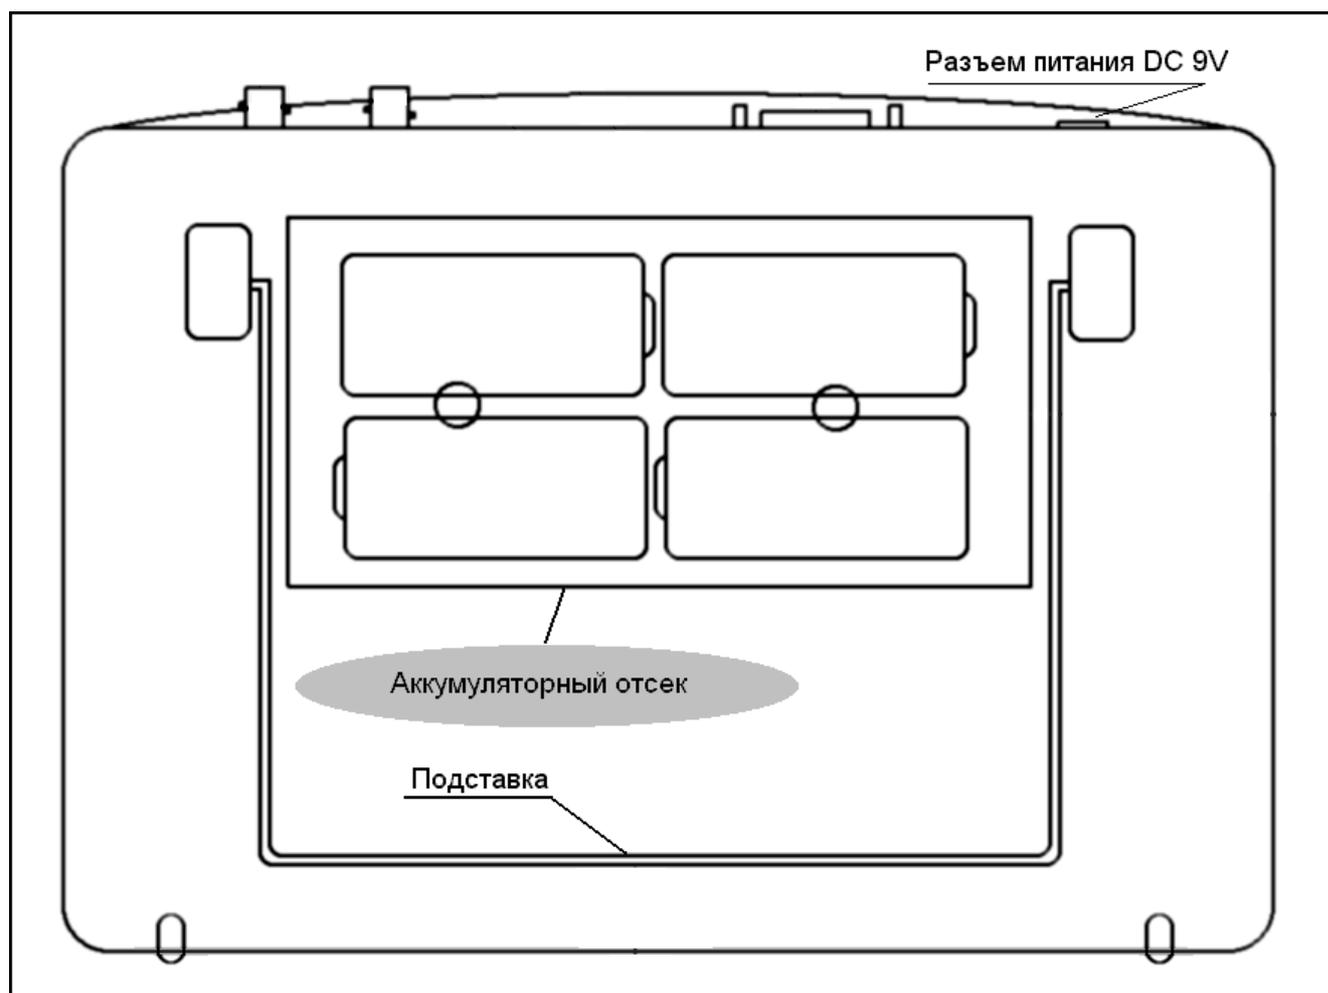
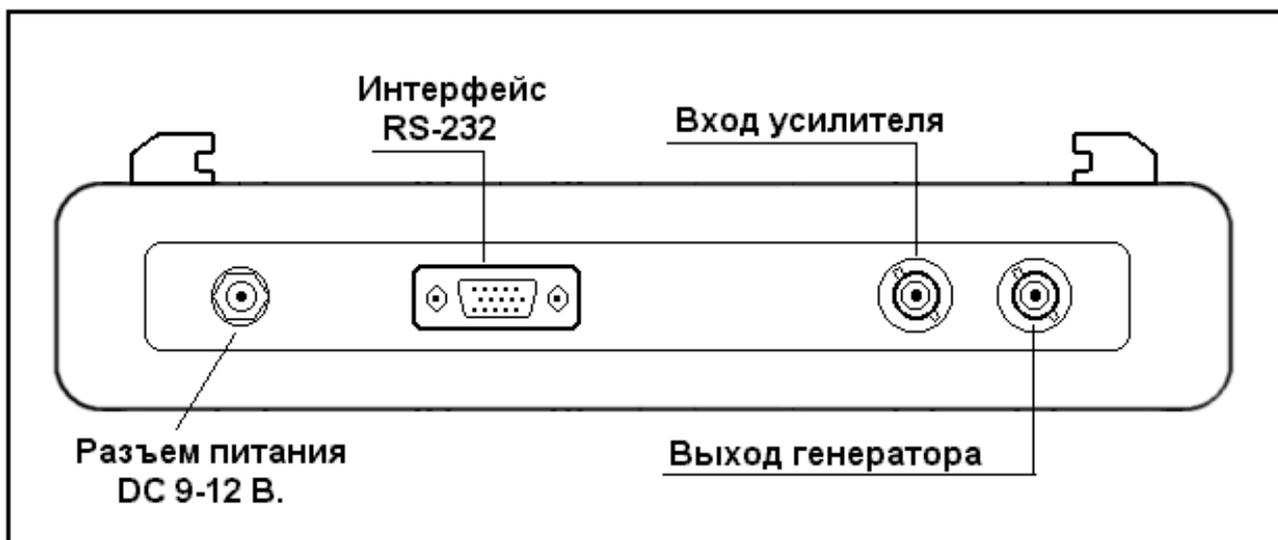

Рис. 1.1. Схема установки батарей питания.
Рис. 1.2. Разъемы УДТ-40.
**Шаг 1.** Установите на задней стенке прибора батарейный отсек, установив в него батареи как показано на рис. 1.1, или подключите к разъему «Питание» блок питания, поставляемого вместе с прибором, как показано на рис. 1.2.
**Шаг 2.** Выберите совместимый с прибором преобразователь и подключите его к прибору, как показано на рис. 1.2.